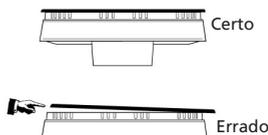

Fig. 6
- Ao remontar os queimadores e espalhadores de chama, após a limpeza, observar seus perfeitos encaixes [Fig. 6].